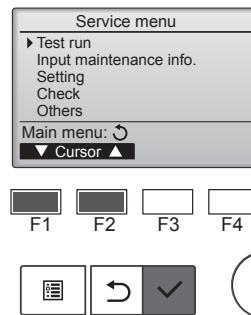

Fig. 7-1
- Dans le Menu SAV, sélectionnez "Test run" (Test fonctions) puis appuyez sur la touche [CHOIX]. (Fig. 7-1)